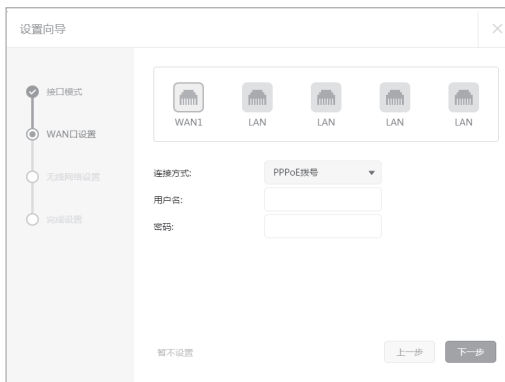

图4-3 WAN口设置-PPPoE拨号
- 1) 如果连接方式为“PPPoE拨号”，即ADSL虚拟拨号方式，则需要填写网络服务商提供的上网账号与密码，如图4-3所示。